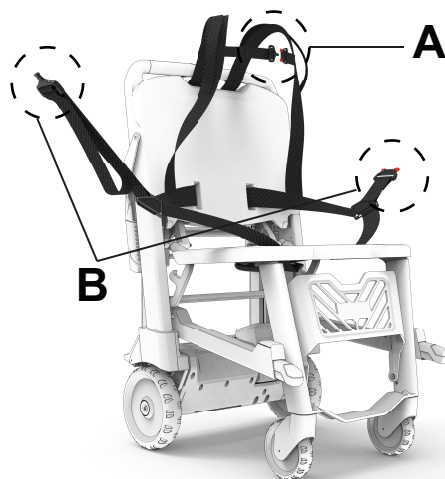

Figura 27 – Aperte as correias de contenção do ombro e da cintura
9. Aperte as correias do ombro (A) no peito (Figura 27).
10. Puxe a correia de contenção da cintura (B) em volta do colo/cintura do doente (Figura 27). Ajuste o comprimento da correia de contenção conforme necessário.